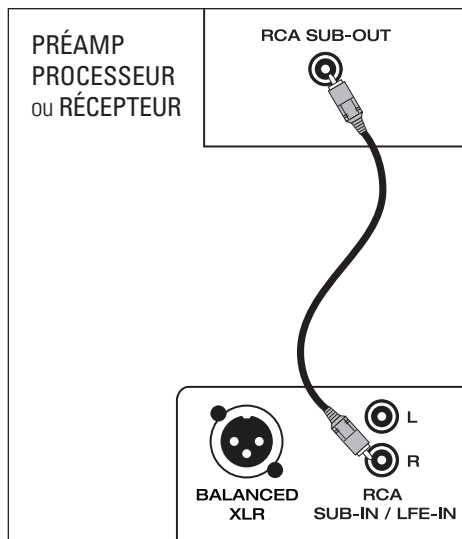

Fig. 3a
Entrée RCA niveau de ligne (Figs. 3a et 3b)
1. Entrée Mono (gauche, droite ou Sub-Out) se branche à partir de la sortie RCA (S/E) Sub/LFE de votre préamplificateur/processeur, récepteur audiovisuel ou de toute autre source de bas niveau appropriée (Fig. 3a).